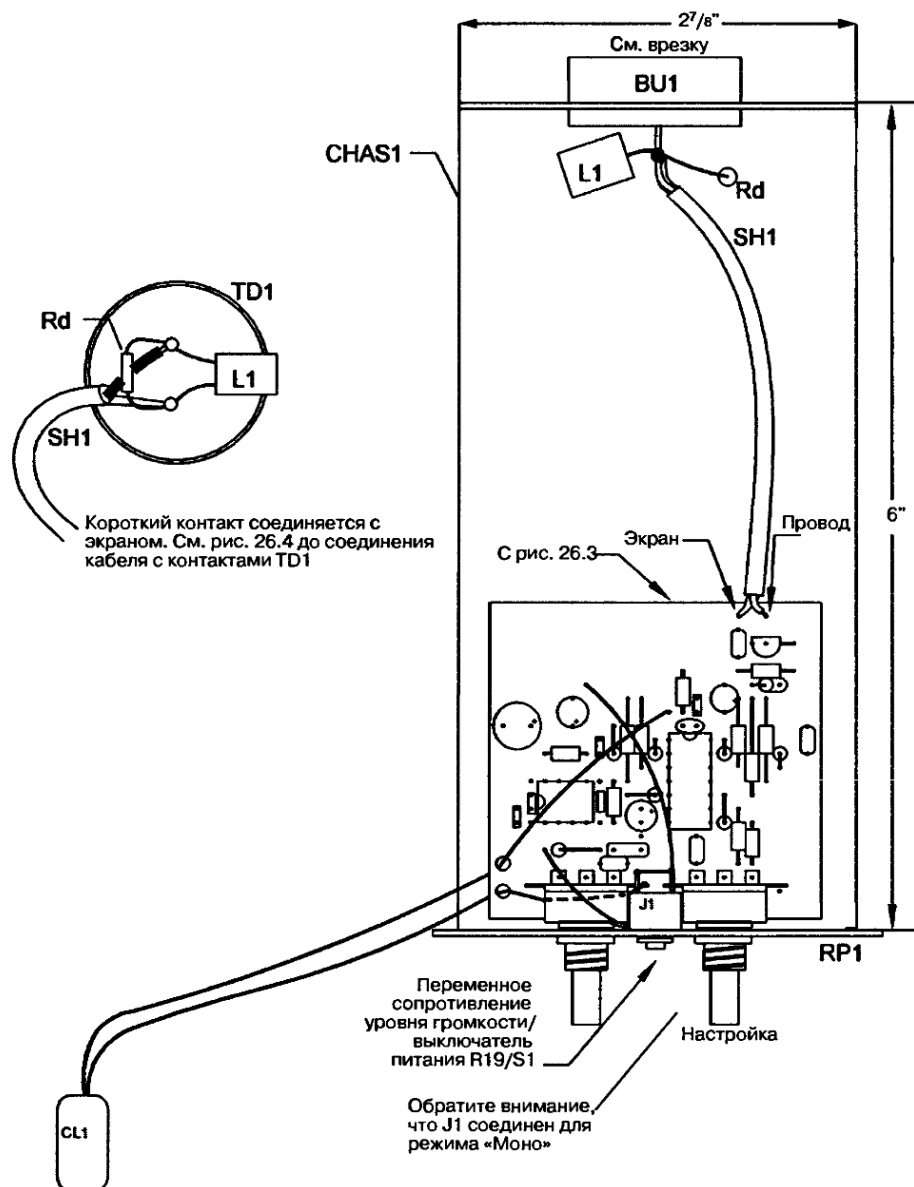

Рис. 26.5. Установка макетной платы на шасси и внешние соединения платы
5. Подготовьте оба конца экранированного кабеля описанным ниже способом. Если используется опция параболического отражателя, вам понадобится 45 см кабеля, если нет – 15 см (рис. 26.5).
Соединения преобразователя выполняются в соответствии с рис. 26.5.
6. Припаяйте катушку L1, контакты пьезопреобразователя и демпфирующий резистор Rd друг к другу в параллель, а также концы кабеля SH1 (центральную жилу к одной общей точке, оплетку кабеля – к другой), см. рис. 26.5. При пайке будьте осторожны, чтобы не перегреть контакты преобразователя или изоляцию центрального проводника. При перегреве контактов компонент, особенно пьезопреобразователь, как было сообщено выше, выйдет из строя. Вы можете выполнить простой тест на
короткое замыкание между металлическим корпусом компонента и самым коротким выводом. Если сопротивление при этом выше 1 Ом, это означает, что вы испортили эту деталь и ее необходимо заменить. Механические соединения с использованием скручивания жгута, проволочных гаек и т.д. показаны выше (см. рис. 26.5).